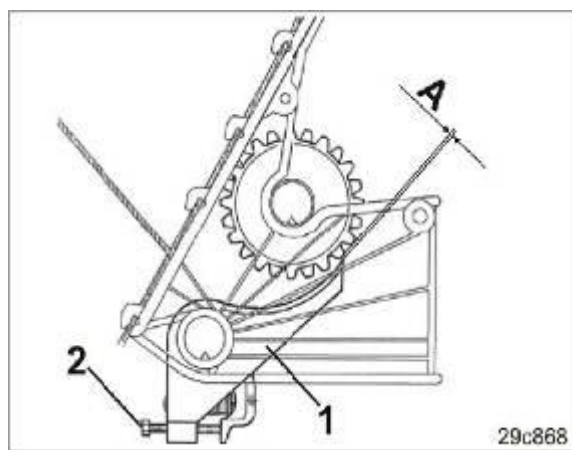

Рис.96
2. Проверьте клапаны высевных коробок (Рис. 96/1) на легкость хода.
Расстояние "А" (Рис. 96) между клапаном высевной коробки и высевающей катушкой составляет от 0,1 мм до 0,5 мм.
5. Установите предписанное расстояние с помощью винта (Рис. 96/2).